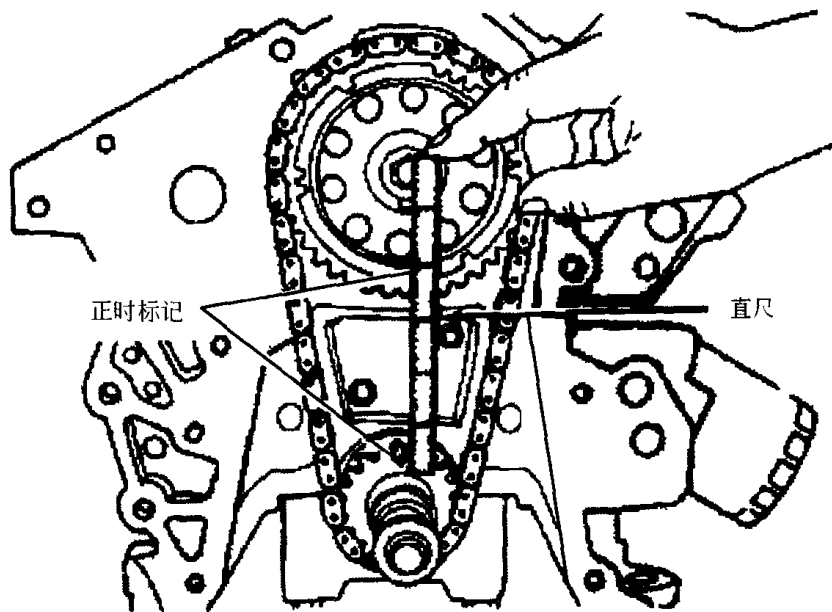

图 1-5
4. 为拆下正时链, 转动曲轴以对准正时标记。拆下凸轮轴链轮固定螺栓、垫圈、凸轮轴链轮, 正时链和曲轴链轮。见图 1-5。
3. 在凸轮轴上安装凸轮轴链轮, 确保正时标记对准, 见图 1-5。安装垫圈和凸轮轴链轮螺栓, 拧紧凸轮轴链轮螺栓至规范。